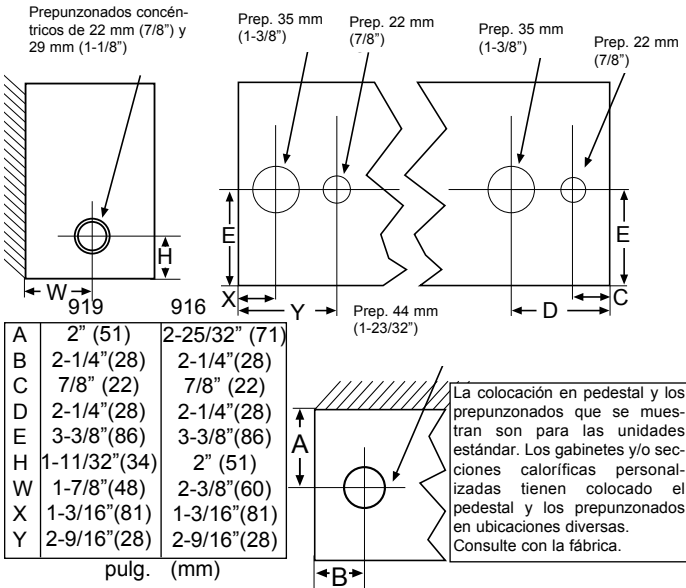

Fig. 2
1. Realice el tendido de un circuito de derivación, de la tensión y calibre de cables adecuado, hasta la ubicación de la caja de conexiones izquierda o derecha, como se indica en el diagrama de conexionado del calefactor. Los calefactores básicos están precableados y pueden conectarse al circuito de derivación por cualquiera de sus extremos. Los calefactores con controles están precableados para su conexión al circuito de derivación por uno solo de sus extremos (consulte el diagrama de conexionado del calefactor). Sin embargo, el calefactor puede cablearse a partir del extremo opuesto si se tienen los cables a través del canal de cables del calefactor. Vea las ubicaciones de los prepunzonados en la Fig. 2.
3. Extraiga los prepunzonados eléctricos apropiados de una de las cajas de conexiones. Vea las ubicaciones de los prepunzonados en la Fig. 2. Si el calefactor se va a montar en un pedestal, consulte las instrucciones de instalación del juego de pedestal.
2. Consulte el diagrama de conexionado para ver cómo es la entrada de la alimentación eléctrica, y extraiga el prepunzonado eléctrico apropiado (Fig. 2) del calefactor en el que va a hacer las conexiones de alimentación eléctrica. La conexión de alimentación eléctrica puede llevarse hasta el extremo de un calefactor, y los calefactores restantes pueden conectarse en paralelo mediante el canal de cables. Para dimensionar el conexionado instalado en el sitio en el canal de cables utilice la Tabla B, o utilice la Tabla C para determinar la máxima longitud o tramo de calefactores posible mediante el uso de los cables instalados en fábrica en el canal de cables del calefactor. Si las unidades se van a montar en un pedestal, consulte las instrucciones de instalación del juego de pedestal.